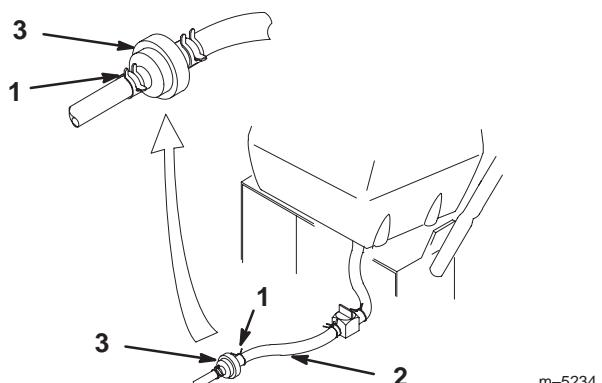

Bild 38
3. Drücken Sie die Enden der Schlauchschellen zusammen und schieben sie vom Filter weg (Bild 38).